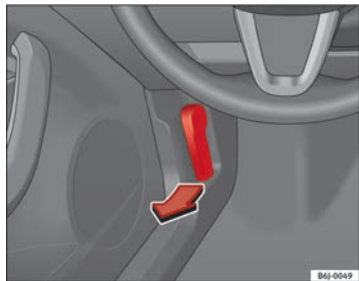

Abb. 122 Öffnungshebel für Motorraumklappe
- Ziehen Sie den Hebel unter der Instrumententafel → Abb. 122 in Pfeilrichtung. Die Motorraumklappe wird durch Federwirkung entriegelt → ⚠.